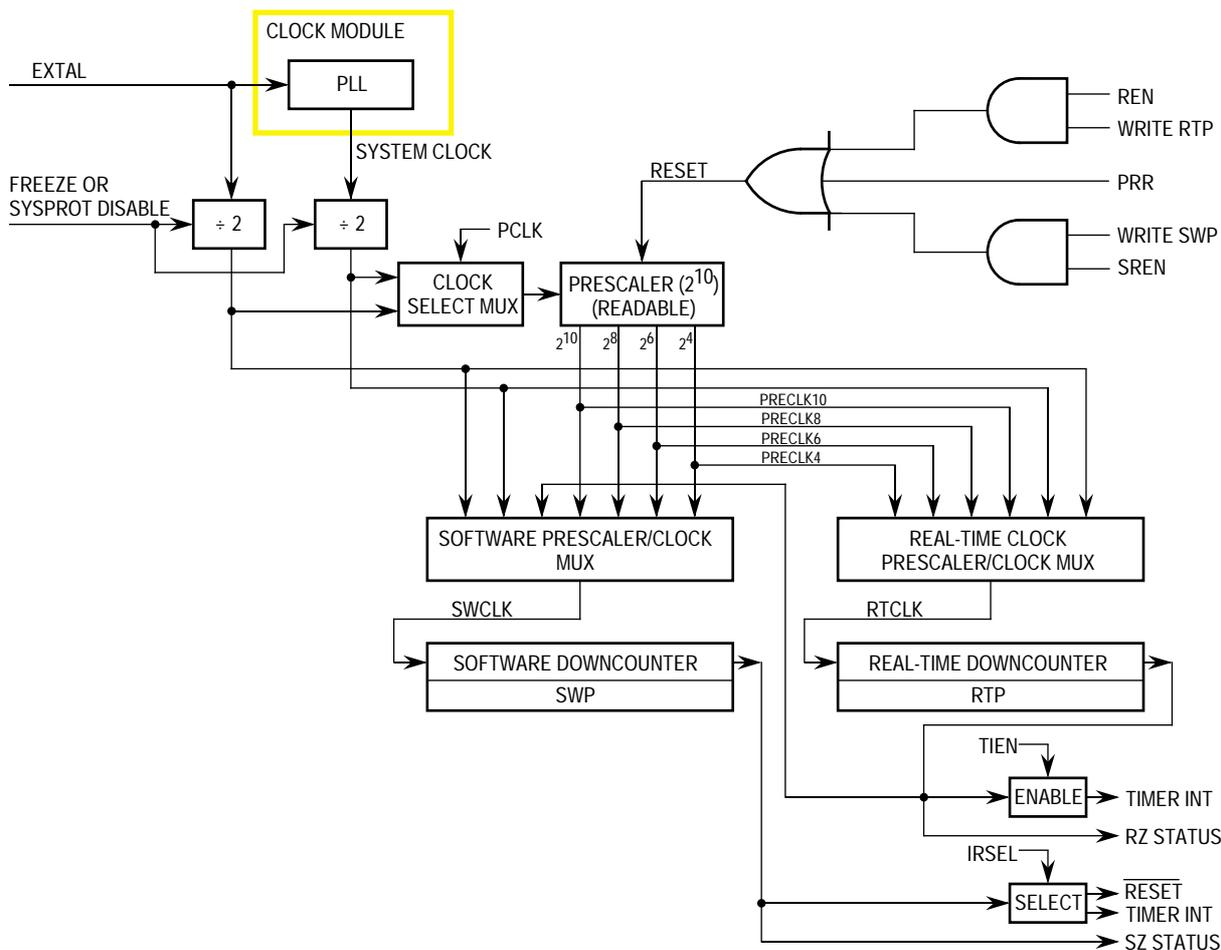

図 8 ソフトウェア・ウォッチドッグ、リアルタイム・クロックおよびプリスケラ
SLIM システム保護タイマ・セクションには、システム・プリスケラを共有する 1 組のダウンカウンタがあります。図 8 を参照してください。
2. クロックソースは図 8 「ソフトウェア・ウォッチドッグ、リアルタイム・クロックおよびプリスケラ」および表 21 「ソフトウェア・ウォッチドッグとリアルタイム・クロック制御の設定」を参照してください。